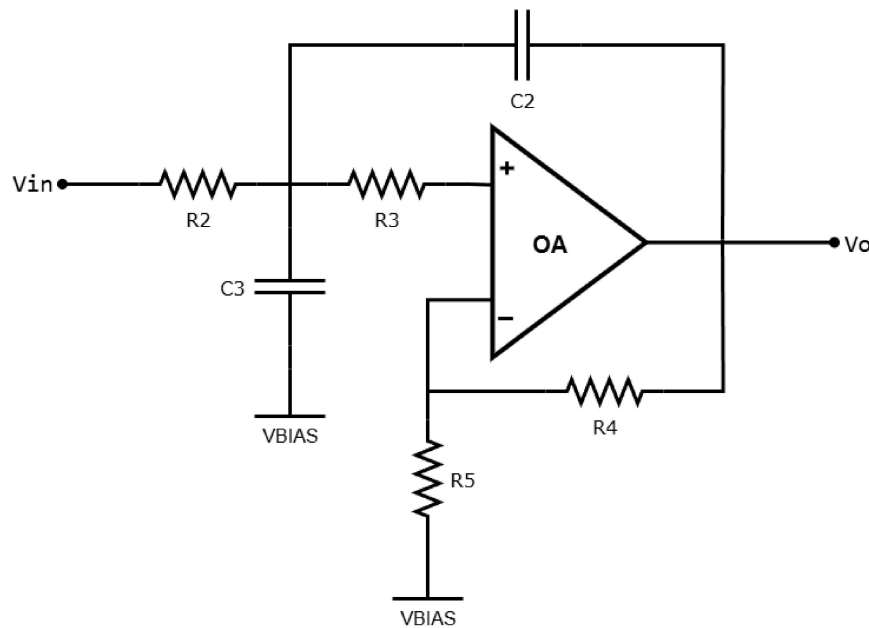

Figura 4. Filtro pasa-bajos Sallen-key.
El circuito de la figura 4 muestra un filtro Sallen-Key en su configuración pasa-bajos. El Sallen-Key es un filtro de segundo orden, por lo que su transferencia puede escribirse como en (2).
1. Demuestre que la transferencia del circuito de la figura 4 es como en (3).
2. Explique qué son ξ y w_o en (2)
1. Simule el circuito de la figura 4 usando *LTSpice*.
1. Arme el circuito de la figura 4 en una protoboard. Para fijar el valor de V_{BIAS} , use uno de los amplificadores del TLV274 en configuración seguidor, con un divisor resistivo.